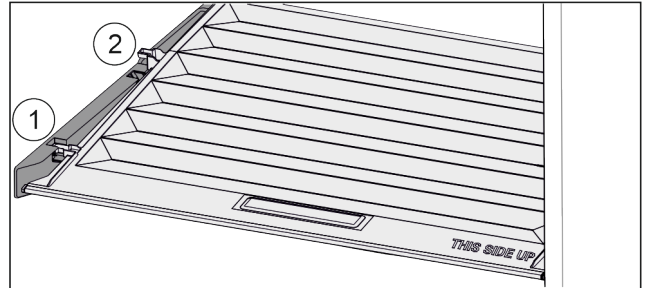

Fig. 48
- ▶ Deckel bis zur Öffnung in den Halteteilen nach vorne ziehen Fig. 48 (1).
- ▶ Hinten von unten anheben und nach oben wegnehmen Fig. 48 (2).